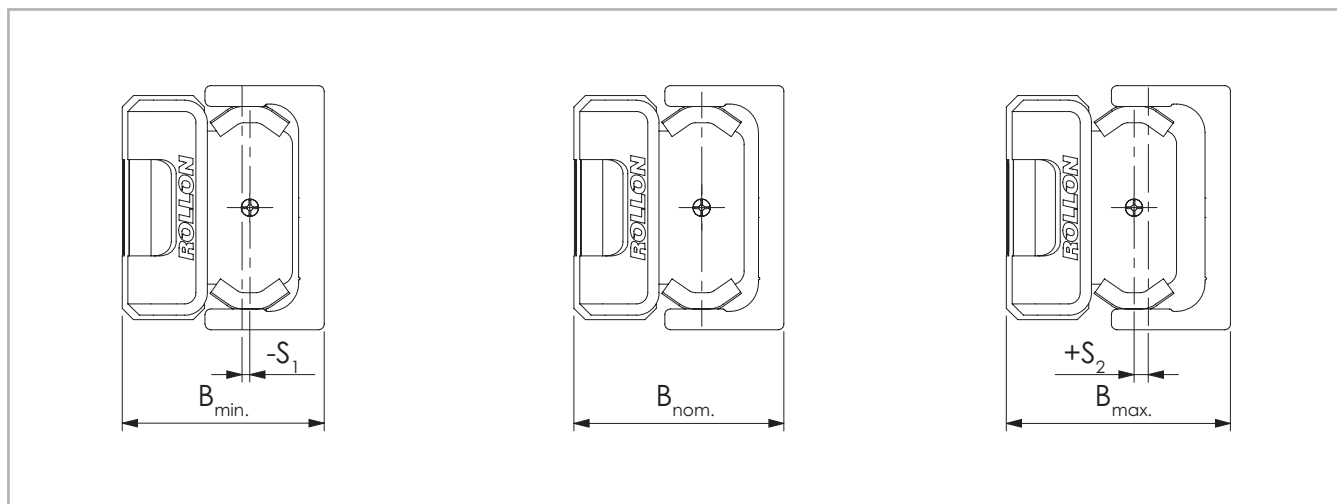

Рис. 134
**Максимальное смещение, допустимое при комбинированном использовании направляющих типов "Т" и "U".** Направляющие типа "U" имеют плоские параллельные рабочие поверхности, предоставляющие кареткам необходимую свободу перемещений в поперечном направлении. Максимальную величину смещения одной каретки в осевом направлении, которая может быть скомпенсирована за счёт использования направляющей типа "U", можно получить сложением соответствующих значений  $S_1$  и  $S_2$  из Табл. 61. Этими двумя значениями характеризуются максимально допустимые смещения относительно исходного положения  $B_{nom}$  (рис. 134).